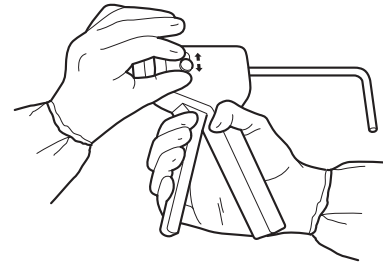

Abbildung 2
2. Den Geschwindigkeitswähler nach hinten und dann entweder nach oben oder nach unten drücken, um die gewünschte Geschwindigkeit auszuwählen (Abbildung 2). Siehe *Zementappliziereinstellungen*.